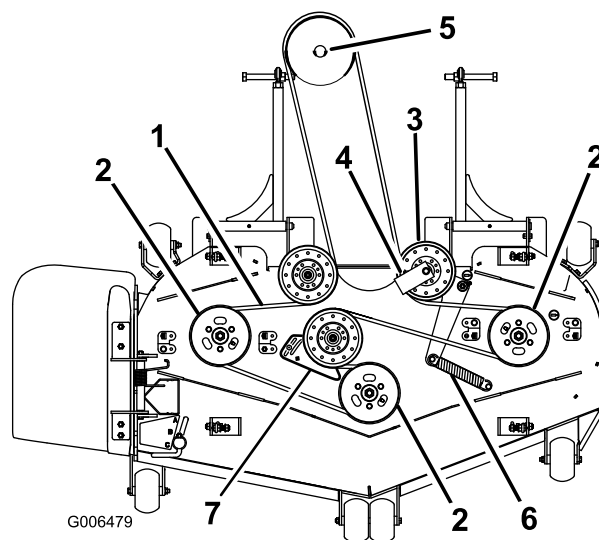

Figura 83
7. Retire a guia da correia na polia intermédia com mola que se mostra na Figura 83.
9. Instale a nova correia em torno das polias do cortador e da polia da caixa de velocidades sob o motor (Figura 83).
10. Instale a guia da correia no tambor falso de mola a um ângulo de 45 graus, como se mostra na Figura 83. Aperte o parafuso com 37 a 45 N·m.
11. Instale a mola do tambor falso nas 2 colunas (Figura 83).